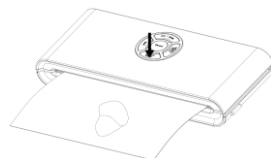

Рис. 3
6. Нажмите кнопку VACUUM&SEAL (ВАКУМИРОВАНИЕ И ЗАПАЙКА). Прибор начнет автоматическое вакуумирование и запаивание. — Рис. 3